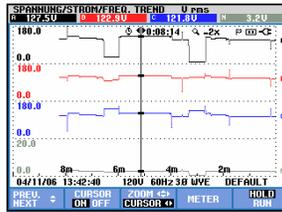

Abbildung 19-5. Trendanzeige mit Cursor
- Drücken Sie F2, um den Cursor einzuschalten. Mit den Pfeiltasten nach links/rechts bewegen Sie den Cursor horizontal entlang der Trends. Der Wert der Trends an der jeweiligen Cursorposition wird in der Kopfzeile des Bildschirms angezeigt, wie in Abbildung 19.5 dargestellt. Beachten Sie, dass die Bildschirmaktualisierung jetzt gestoppt wird (die Aufzeichnung der Daten läuft aber weiter!). In der Betriebsart Trend können maximal sechs Anzeigen aufgezeichnet werden, von denen aber immer nur eine gleichzeitig dargestellt wird. Durch Bewegen des Cursors über die linke oder rechte Begrenzung des Bildschirms hinaus wird die nächste Anzeige eingeblendet.